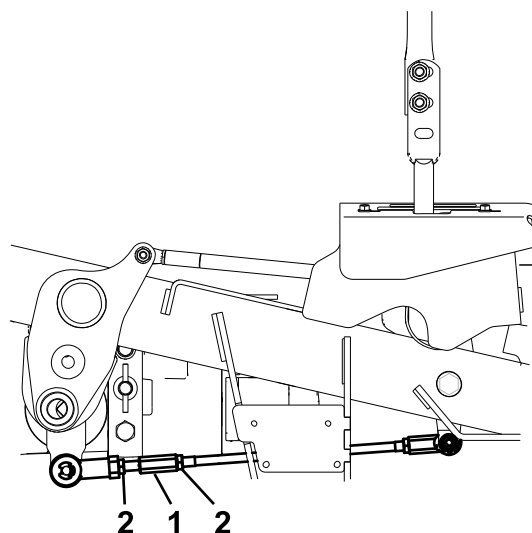

Рисунок 64
10. Отрегулируйте длину штоков управления насосами, повернув гайки в соответствующих направлениях так, чтобы колеса очень медленно вращались в обратном направлении (Рисунок 64).